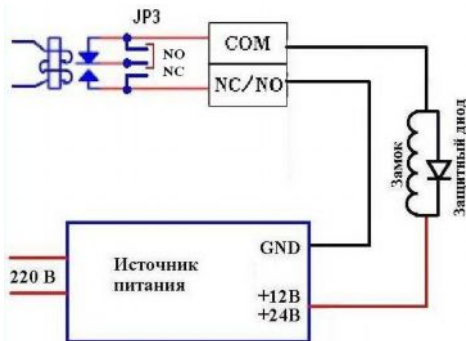

Рис.4. Схема подключения электромагнитной защелки с внешним источником питания к нормально-разомкнутым контактам реле.
На рис.4. показана схема включения нормально заблокированного исполнительного устройства (большинство электромагнитных защелок). Для управления используется нормально разомкнутая (NO) группа контактов реле.